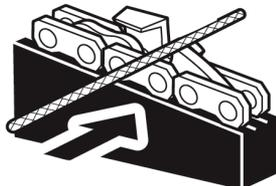

FIG 35
5. Maintenez un angle d'affûtage correct de 30° entre la lime et la chaîne de la scie; voir Fig. 35 et 36. Utilisez toujours un porte-lime (disponible séparément) pour affûter les chaînes à la main. Les porte-lime ont des marques indiquant l'angle d'affûtage.
- Le limiteur de profondeur doit être maintenu à un dégagement de 0,025 po. (0,6 mm), comme indiqué à la Fig. 35. Utilisez un outil de limiteur de profondeur (disponible séparément) pour vérifier l'épaisseur du copeau.